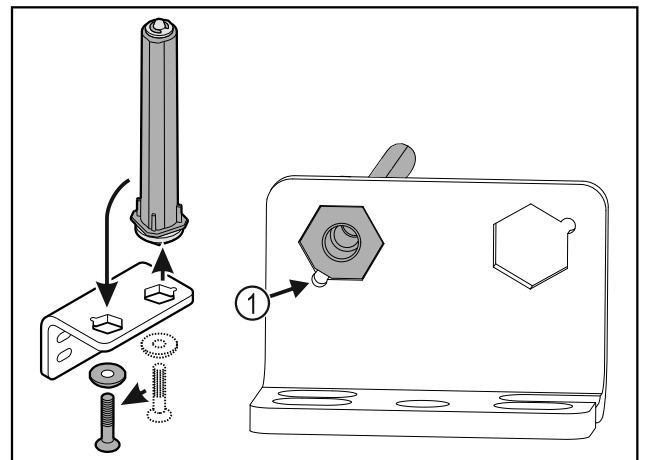

Fig. 34
- Let erop dat bij het plaatsen de boutafschuiving Fig. 34 (1) naar het ronde gat wijst.